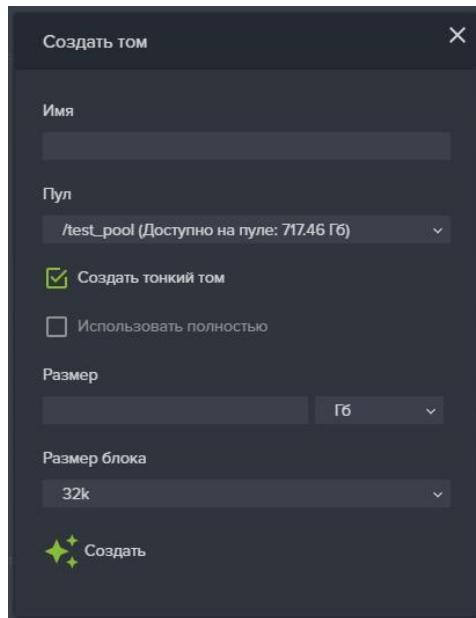

Рисунок 45 – Создание виртуального тома
2. Нажмите на кнопку «Создать том», откроется одноименное окно (см. Рисунок 45).